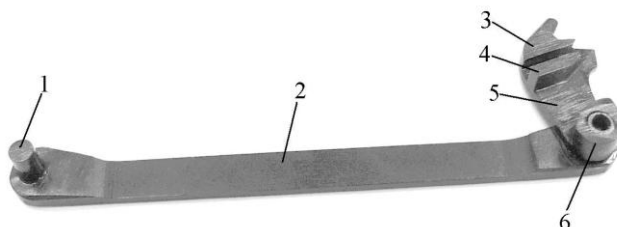

Рис. 11. Спусковая тяга с рычагом взвода:
- спусковая тяга с рычагом взвода (рис. 11);